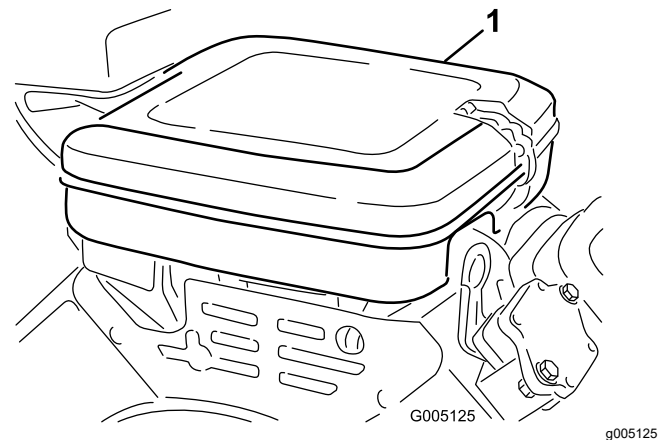

Figura 37
1. Limpie la cubierta del limpiador de aire (Figura 37).
3. Retire la tuerca de orejeta que sujeta los elementos a la carcasa del limpiador de aire (Figura 37).